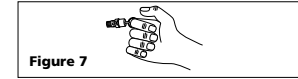

Figure 7
1. Tirer l'anneau sur la soupape de sûreté et la laisser revenir à sa position normale (voir figure 7). Cette soupape laisse échapper l'air automatiquement si la pression dans le réservoir dépasse le maximum réglé d'avance.